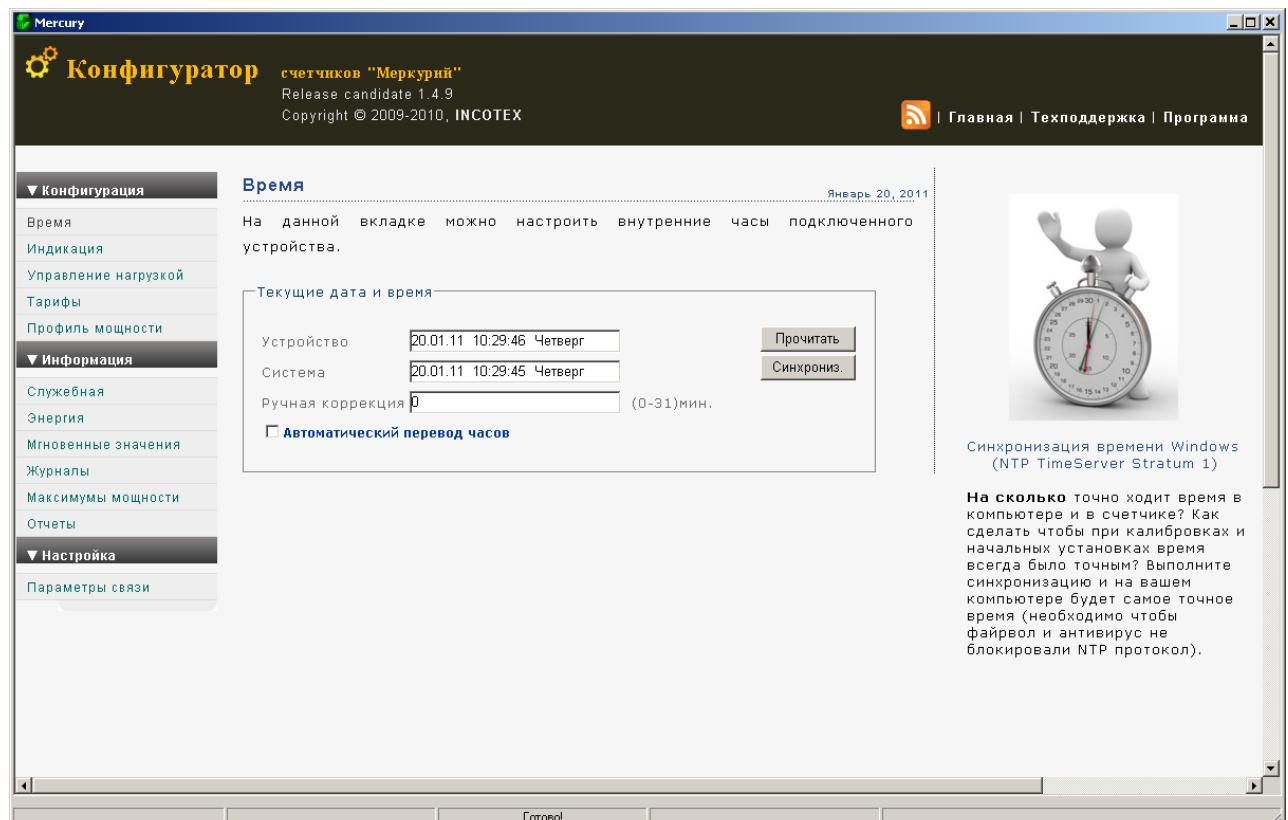
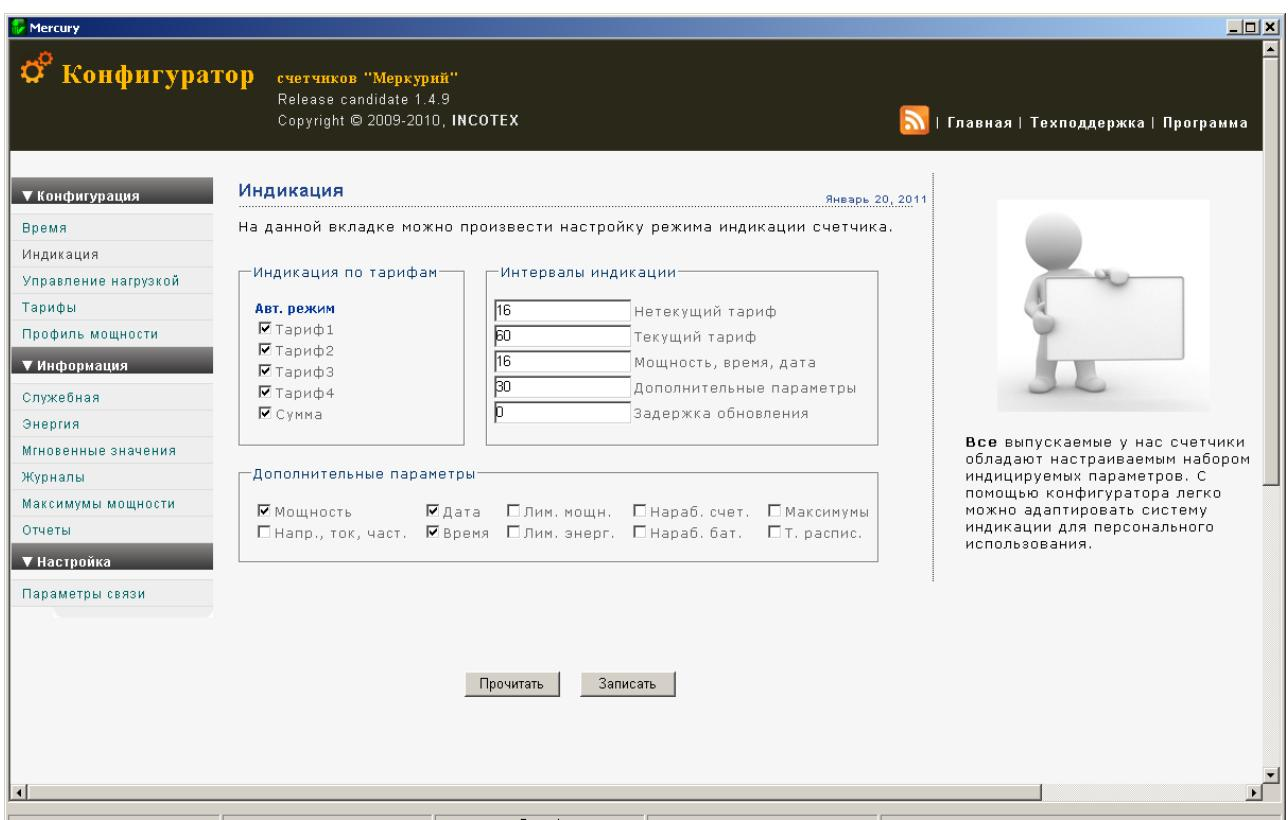
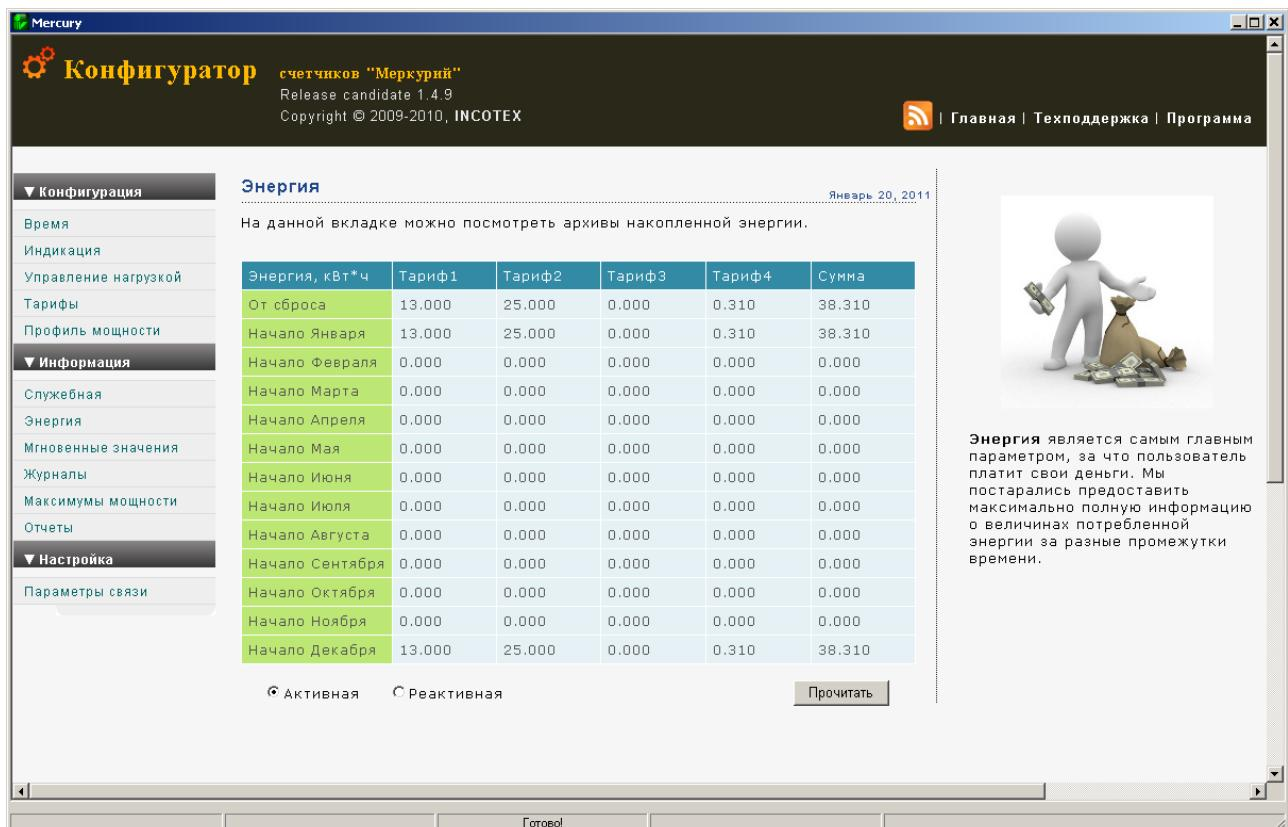

Рисунок 22
Рисунок 23
Рисунок 24
5.2.3 Далее используя вкладки «Время» (рисунок 22), «Индикация» (рисунок 23), «Энергия» (рисунок 24), «Тарифы» и т.д. и кнопки «**Прочитать**», «**Записать**» можно программировать и считывать другую информацию.